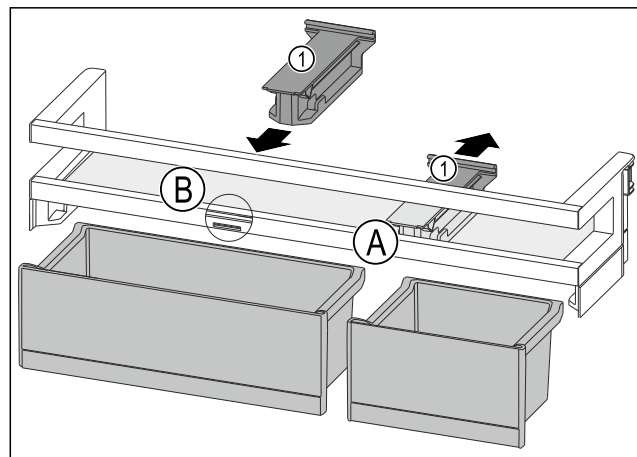

Fig. 122
- ▶ Halteteil Fig. 122 (1) in Position Fig. 122 (A) nach hinten abziehen.
- ▶ Halteteil Fig. 122 (1) in Position Fig. 122 (B) einsetzen.